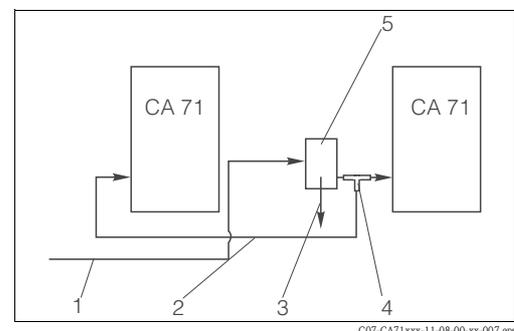

Abb. 11: Einbaubeispiel
- Entfernung zwischen den Analysatoren so kurz wie möglich: Probenleitung zwischen T-Stück und zweitem Analysator (Abb. 11, Pos. 2) kürzer als 1,5 m